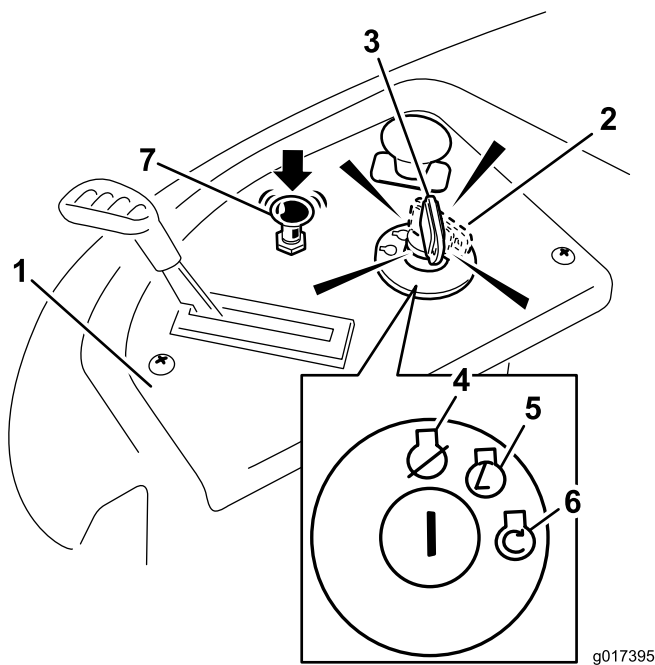

Figura 15
4. Gire la llave de contacto a Arranque para activar el motor de arranque. Cuando el motor arranque, suelte la llave (Figura 15).
5. Cuando el motor haya arrancado, empuje el control del estérter hacia abajo (Figura 15). Si el motor se cala o funciona irregularmente, tire hacia arriba del control del estérter y deje funcionar el motor durante unos segundos. Luego empuje el control del estérter hacia abajo. Repita este procedimiento tantas veces como sea necesario.
3. Gire la llave de contacto a la posición de Desconectado (Figura 15) y retire la llave.